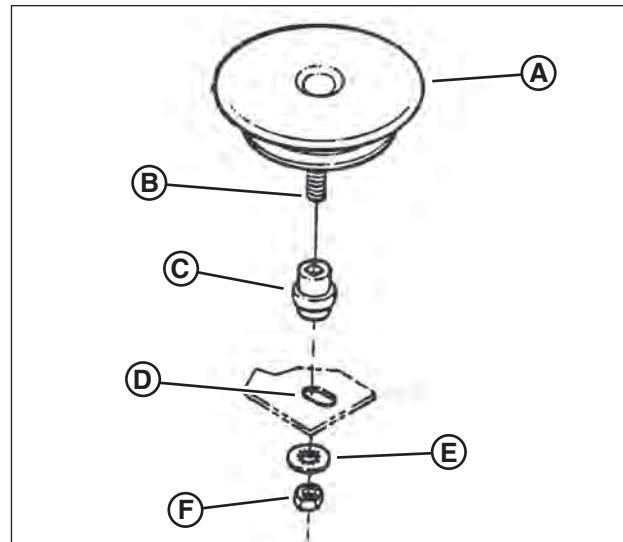

Figura 34: Retiro del disco de transmisión
5. Afirme el extremo ranurado del perno del disco de transmisión (**B**, Figura 34) con un destornillador y retire la tuerca (**F**) y la arandela de seguridad con dientes internos (**E**).